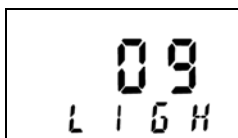

图 9
8. 屏幕亮度设置 (LIGH): 主画面模式下进入 LIGH 设置接口(如图 9)LIGH 闪烁,轻按飞梭旋钮进入屏幕亮度调整,旋转飞梭旋钮可选择屏幕亮度 0~9(暗~亮),设置完成后轻按飞梭旋钮退出,使用旋钮选择“Exit”接口保存并退出菜单